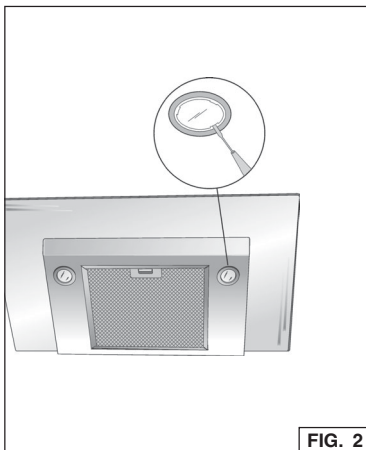

FIG. 2
1. Abra la tapa haciendo palanca sobre las hendiduras apropiadas. Fig. 2.